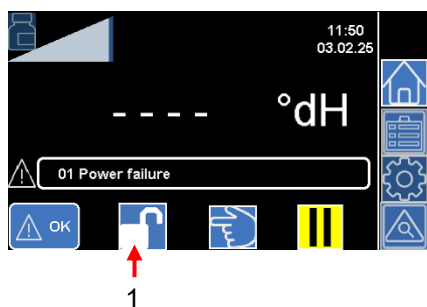

Figura 19
1. En el menú **Valores medidos**, pulse el icono **Contraseña** (1) (véase la Figura 19).